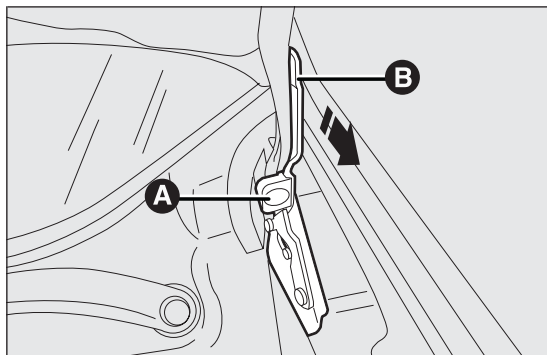

fig. 87
- abrir el capó con una mano y con la otra tirar hacia sí mismo el dispositivo A fig. 87 y, a continuación, bajar la palanca B;